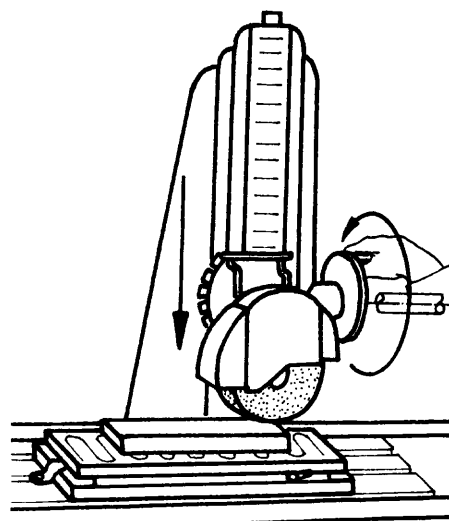

Fig. 6
- ___ d Aumente la profundidad de pasada (fig. 6).